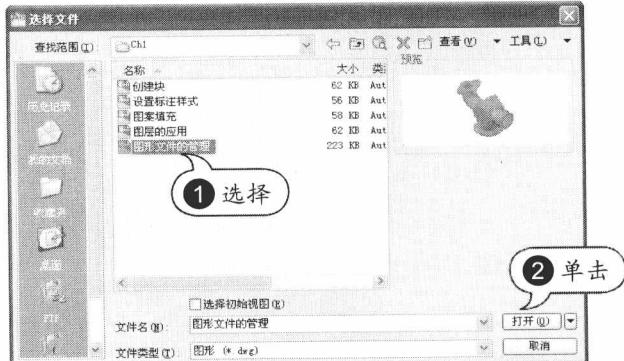

图 1-7 打开图形
**STEP 07** 打开图形。在快速访问工具栏单击“打开”按钮 ，打开“光盘\实例文件\原始文件\Ch1\图形文件的管理.dwg”文件，如图 1-7 所示。